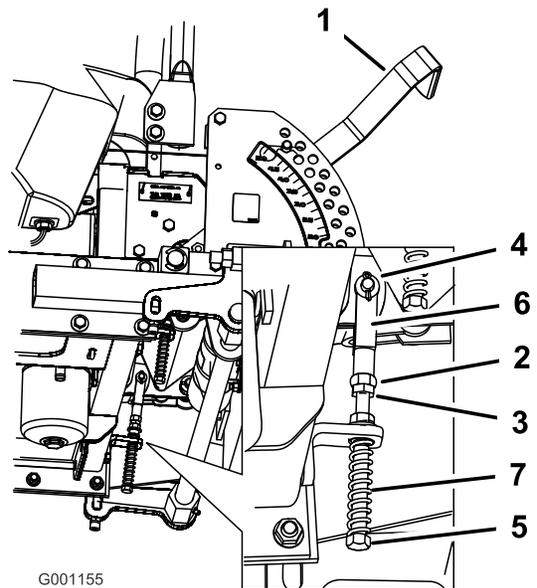

Figura 64
- 8. Si es necesario un ajuste, afloje la tuerca y la contratuerca contra la horquilla (Figura 64).
- 9. Aplique una ligera presión hacia atrás en la palanca de control de movimiento, gire la cabeza del perno de ajuste en el sentido apropiado hasta que la palanca de control esté centrada en posición de bloqueo/punto muerto (Figura 64).
- 10. Apriete la tuerca y la contratuerca (Figura 64).